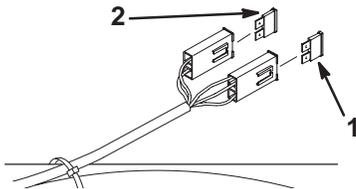

Figure 82
2. Pour remplacer un fusible, tirez dessus pour l'enlever (Fig. 82).